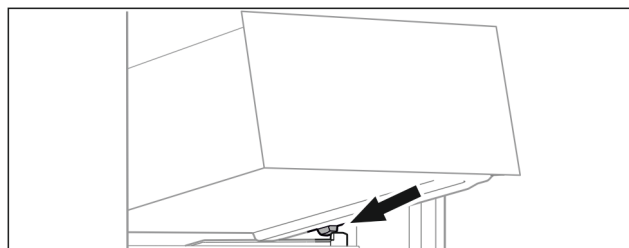

Fig. 134
- Schubfach schräg hinter den Stopper auf Behälterrippe aufsetzen. (siehe Fig. 134)